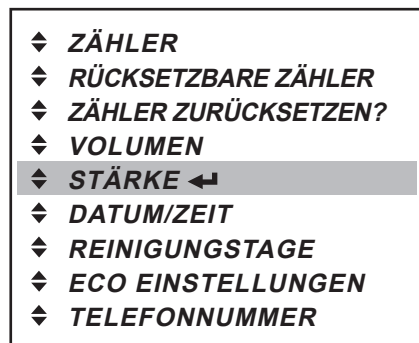

Abb. 36
1. Drücken Sie die Entertaste **↵**, um das Menü «STÄRKE» aufzurufen. (Abb. 36)